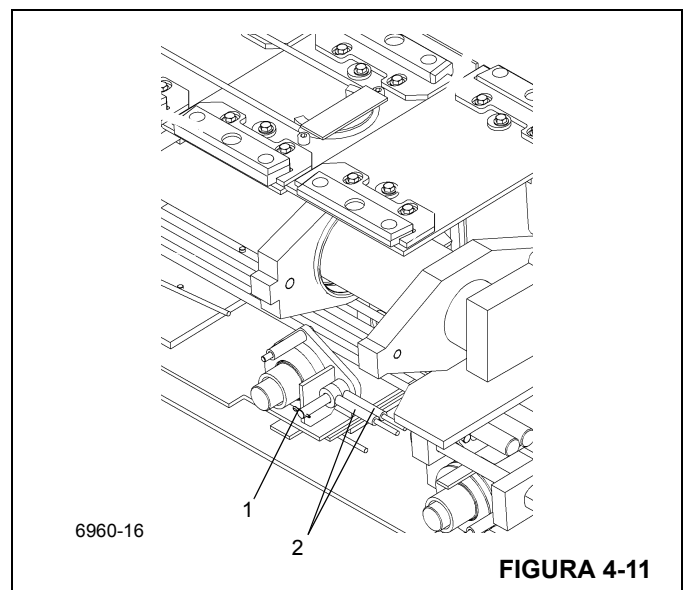

FIGURA 4-11
13. Retire los pasadores hendidos y pasadores (1) que fijan los cables de retracción (2) a la parte trasera de la sección central exterior Figura 4-11.